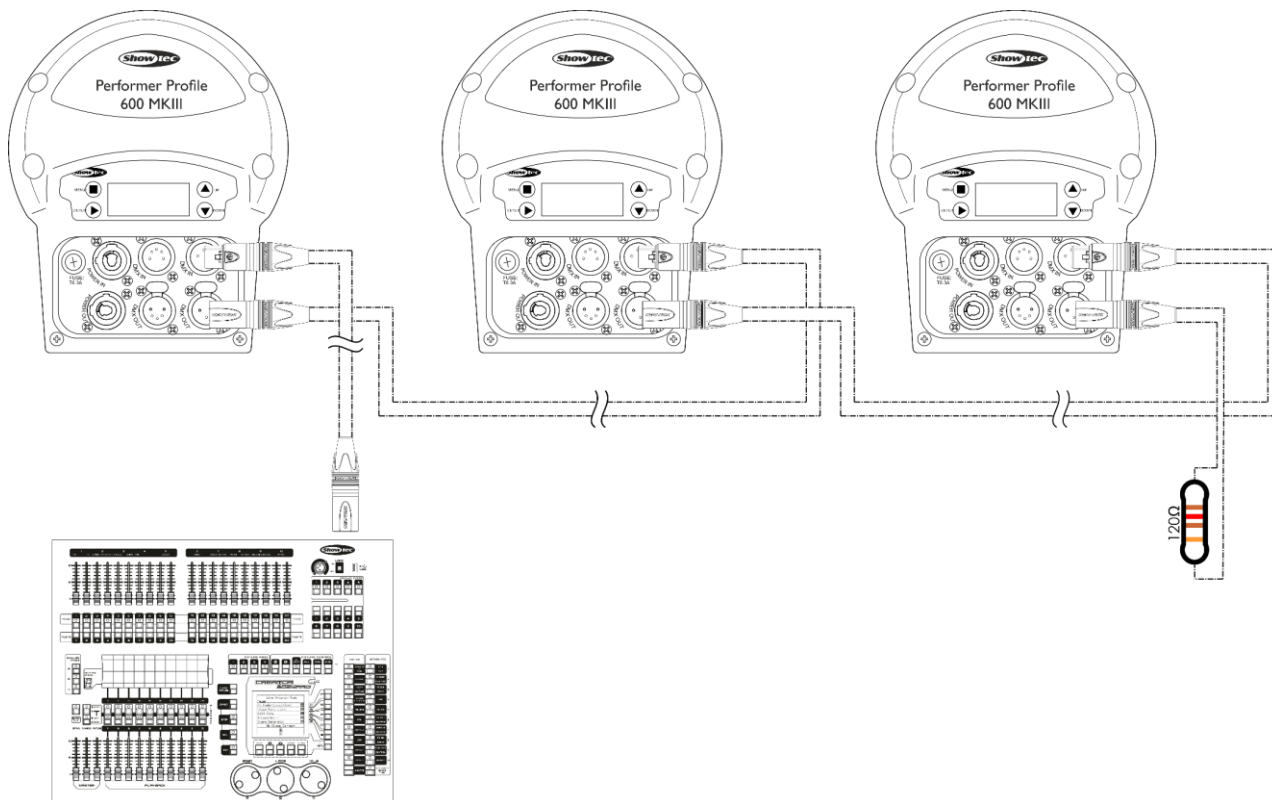

Fig. 12
- 04) Collegare le unità come indicato nella Fig. 12. Collegare la presa DMX "out" della prima unità alla presa DMX "in" della seconda unità, servendosi di un cavo di segnale DMX. Ripetere questo processo fino a collegare la seconda e la terza unità.